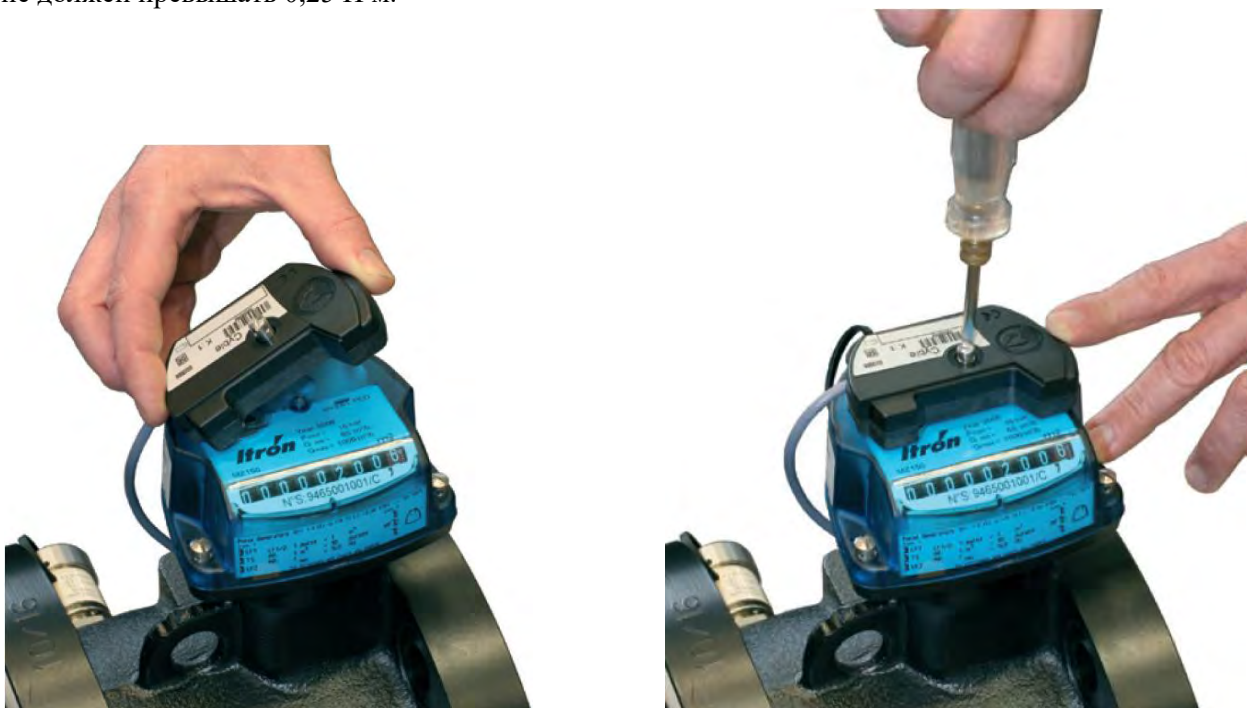

Рис. 3. Установка датчика CYBLE_SENSOR_ATEX V2
3.7. Установка четырехпроводного бесконтактного импульсного НЧ датчика CYBLE_SENSOR_ATEX V2 (далее – датчик CYBLE_SENSOR_ATEX V2) на отсчетное устройство счетчика осуществляется при помощи крепежного винта (см. рис. 3). Вращающий момент при затягивании крепежного винта не должен превышать 0,25 Н·м.